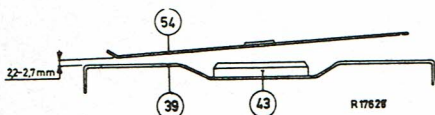

Fig. 21
J. EQUERRE DE GUIDAGE POUR LE DISQUE (voir fig. 21)